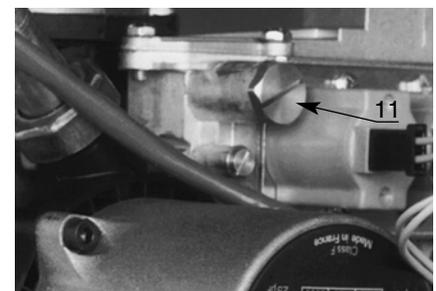

Fig. 19
- ôter le bouchon et agir sur la vis (11) (fig.19) (en dévissant on augmente le débit de gaz, en vissant on le diminue).